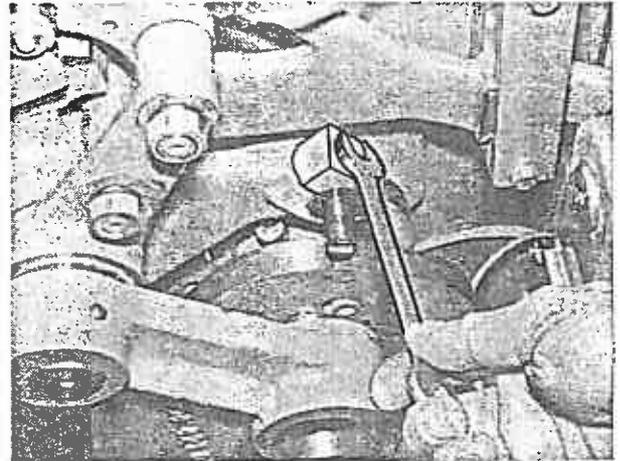

Bild 154
3. Zum Auswechseln des Rollenbolzens Klemmschraube (Bild 154) lösen und Bolzen aus dem Hebel herausziehen.